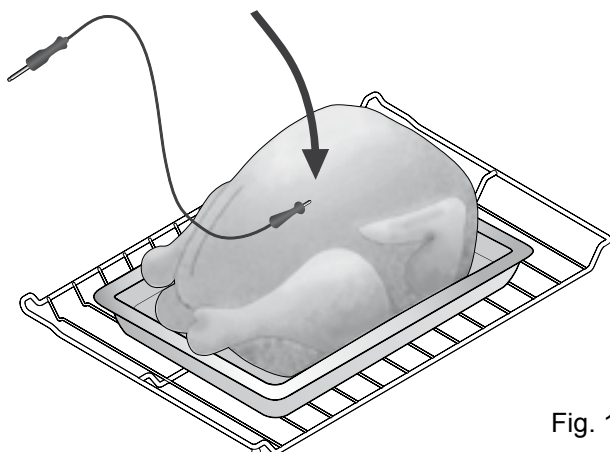

Fig. 1
- Pour de la volaille ou de la dinde entière, insérez la sonde dans la poitrine (fig. 1).